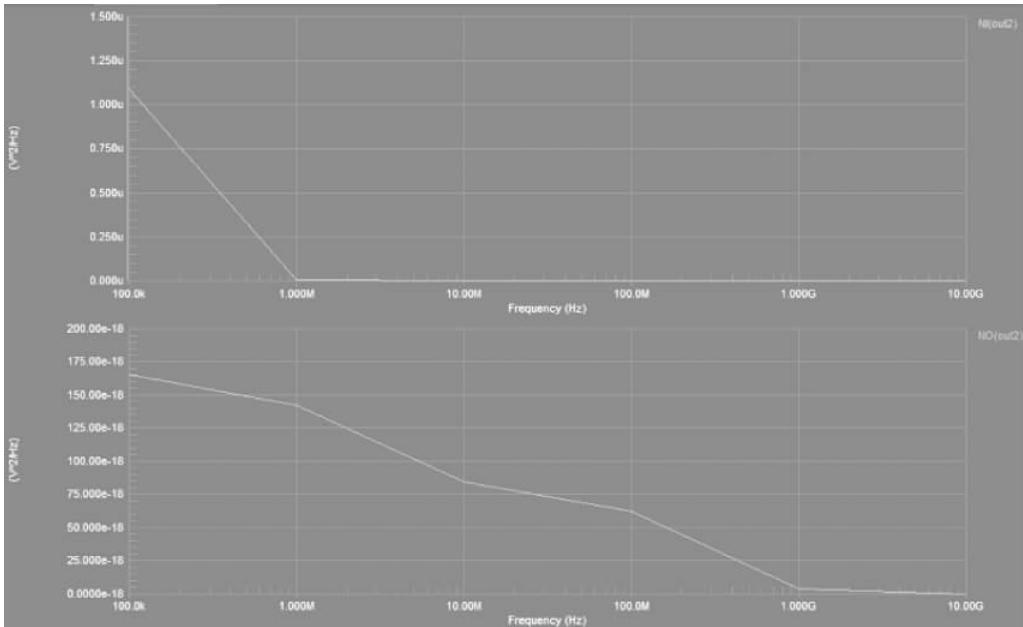

图 3-71 噪声谱密度分布
- (3) 可以看到如图 3-71 所示的噪声谱密度分布图。
- (4) 保存工程文件, 将其保存到 noise_analysis 目录下(根据情况保存到其他目录下), 退出该设计工程。